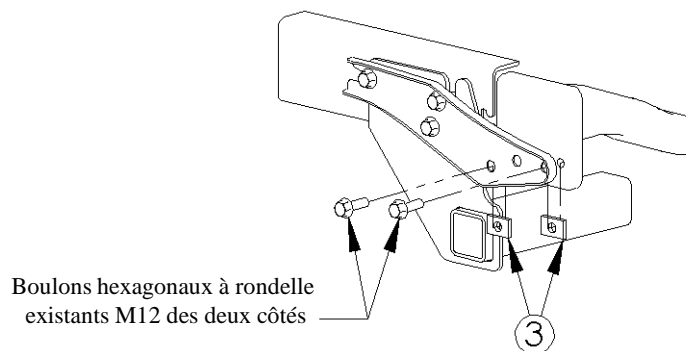

Figure 4
5. Prenez soin de soutenir le pare-choc en position durant cette étape. Enlever les deux (2) boulons hexagonaux à rondelle existants d'un côté de l'attache du pare-choc et la structure du pare-choc comme illustré à la Figure 4.
6. Insérer deux (2) espaceurs entre l'attache du pare-choc et le côté de la structure du pare-choc comme illustré à la Figure 4. Réinsérer les boulons hexagonaux à rondelle dans l'attache du pare-choc, les trous dans les espaceurs et les trous dans le côté de la structure du pare-choc. Serrer à la main les boulons.